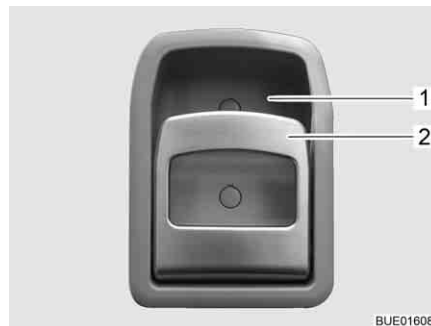

Fig. 58 Fechadura da porta de entrada, lado de dentro
- Puxe o manípulo (Fig. 58,2). A fechadura da porta fica destrancada ou aberta.
- Empurre o manípulo (Fig. 58,2) em cima no sentido do invólucro do manípulo (Fig. 58,1). A fechadura da porta fica trancada.